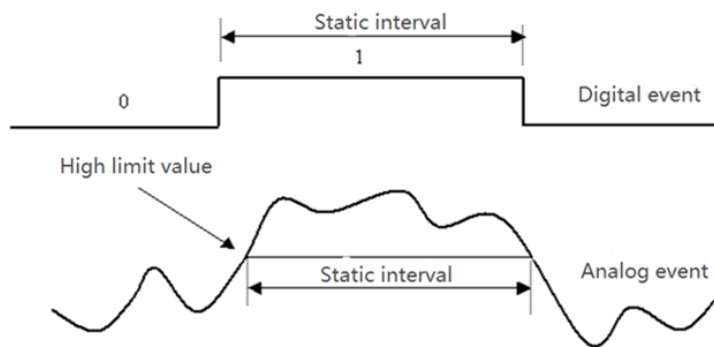

Рис. 5.2-5 Схема события
- Отчет SOE: запись и воспроизведение событий переключения и превышения предельных значений импульсами глобальных цифровых и аналоговых сигналов. Когда цифровой сигнал равен определенному значению, или аналоговый сигнал превышает предварительно установленное значение, отчет о событии выполнит запись и воспроизведение измеренных условий события, тегов, времени возникновения, длительности, времени окончания и номера группы событий. Для аналогового сигнала также могут записываться и воспроизводиться максимальное или минимальное значение, максимальное или минимальное значения времени, среднее значение и предельное значение. Каждое событие создает запись в базе данных. Схема события представлена на Рис. 5.2-5.